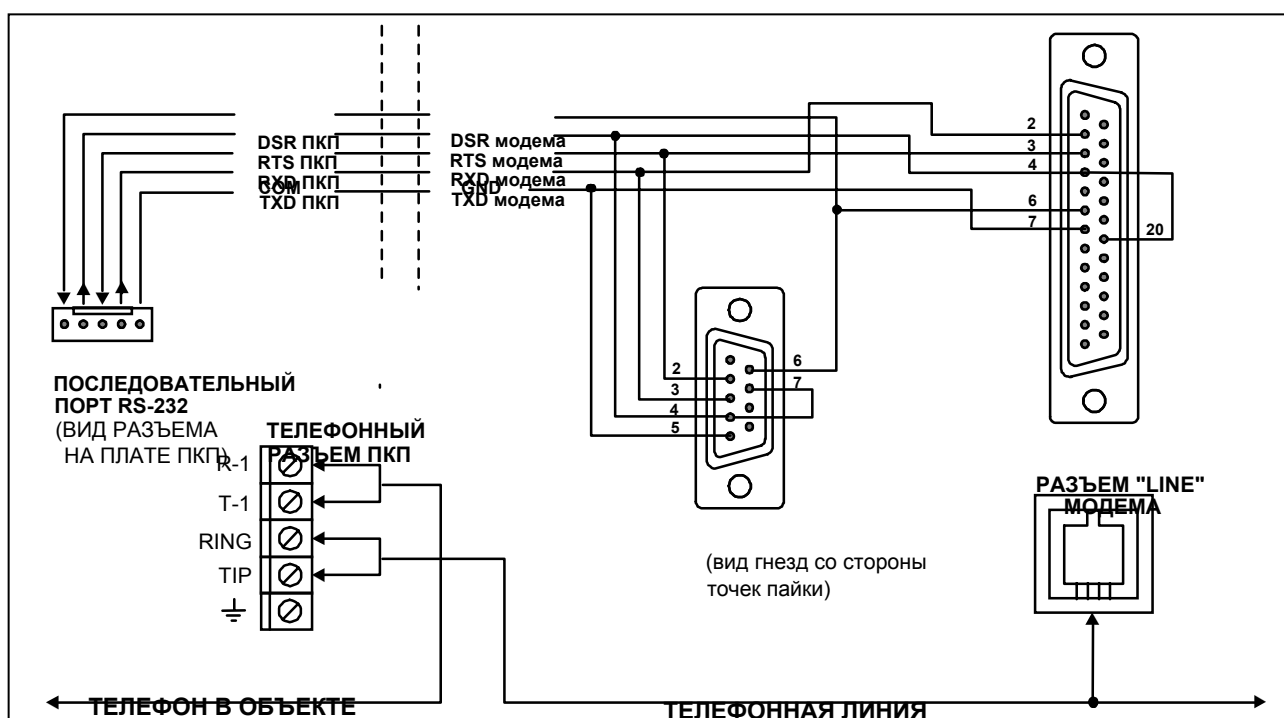

Рис. 31. Схема подключения внешнего модема к ПКП.
- Соединить соответствующим кабелем порт RS-232 ПКП с портом модема (Рис.31).